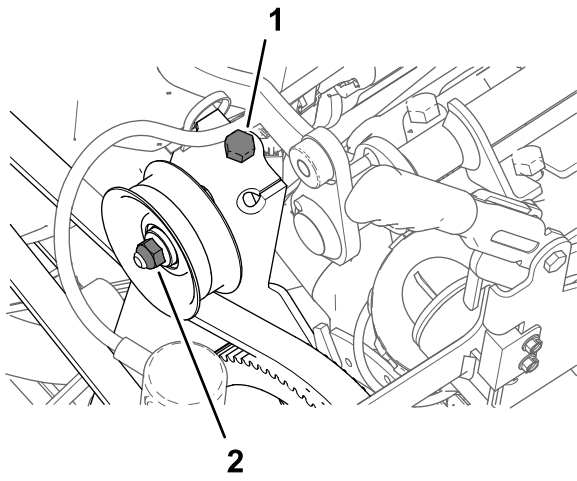

図 180
2. ベルトテンションボルトをゆるめてポンプベルトの張りを完全になくす 図 180。